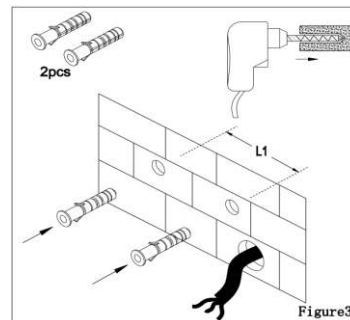

Figure3
3. Markieren Sie die vorgesehenen Bohrungspunkte an der Wand. Bohren Sie die Löcher an den Markierungen. (Bild 3)